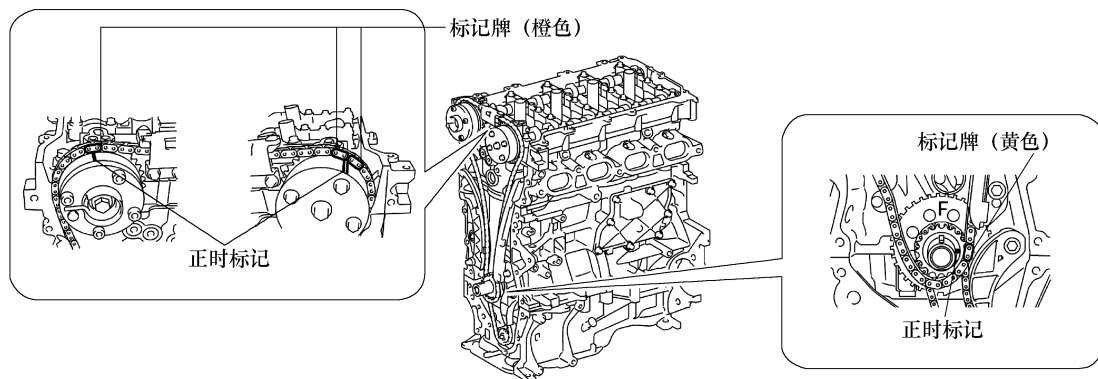

图 1-208 正时标记检查
⑦ 重新检查压缩行程上止点 (TDC) 处的各正时标记。(见图 1-208)